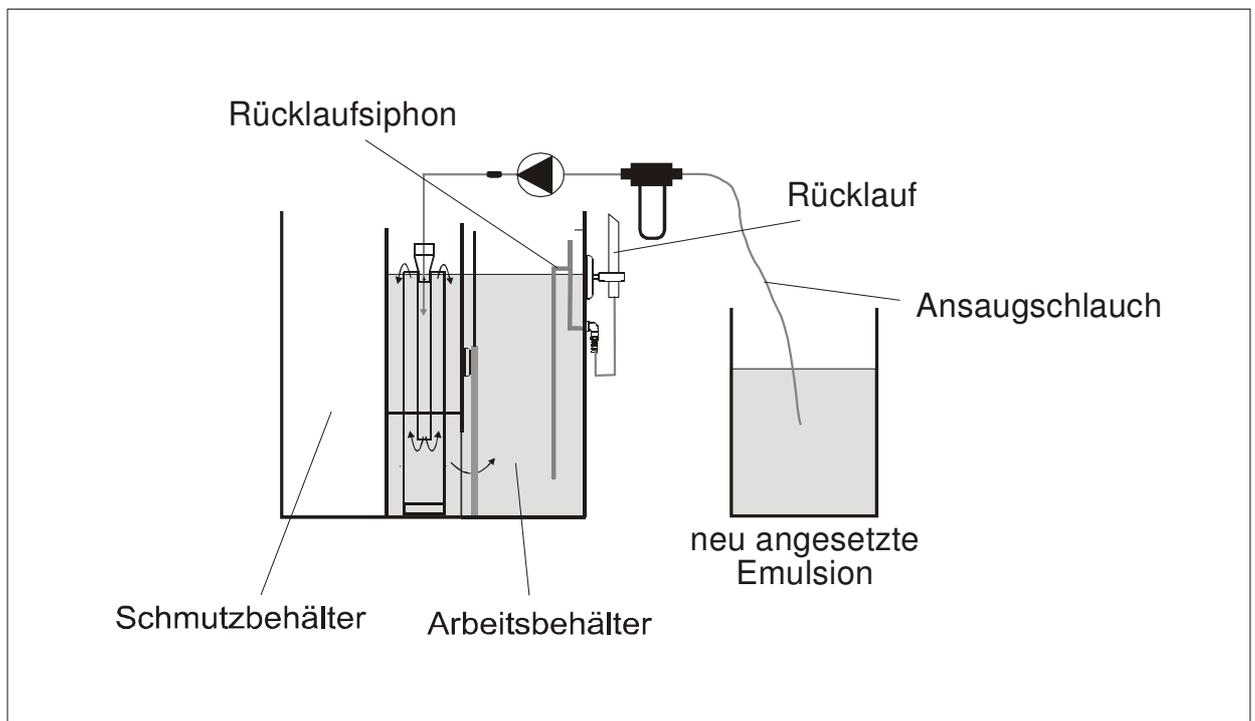

Bild 4: Erstbefüllung des Clean-Towers
- der Rücklauf muss oberhalb der Befüllkante angebracht werden. Somit wird ein mögliches Zurücklaufen des Mediums verhindert. (siehe Bild 4)
- der Clean-Tower muss bis kurz unter den Bogen des Rücklaufsiphons befüllt werden (siehe Bild 4)